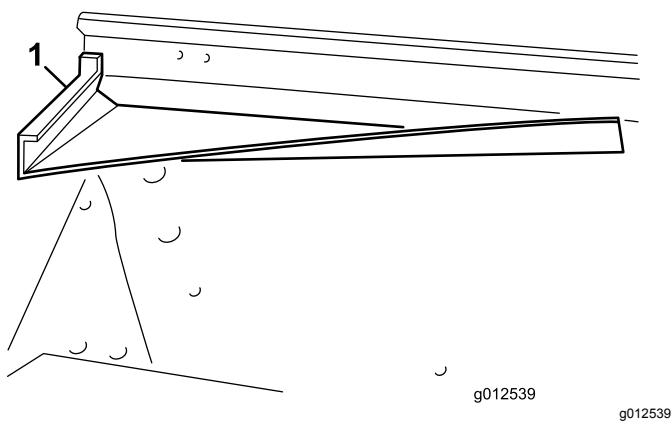
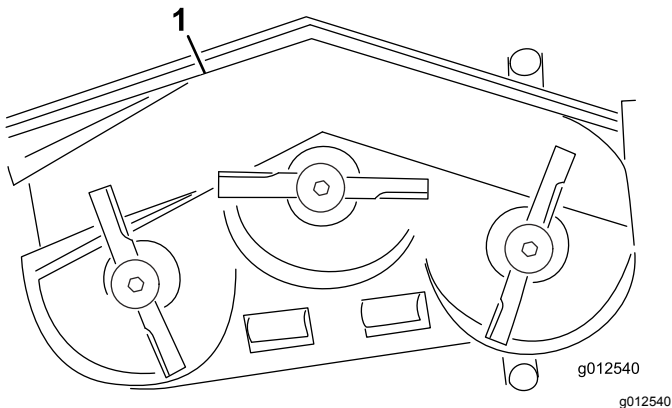
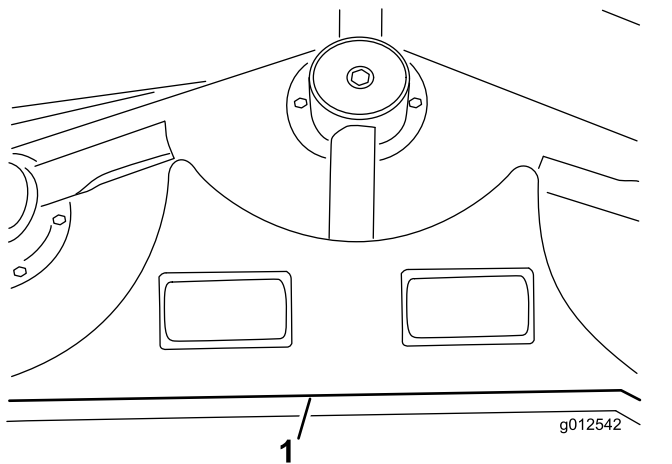
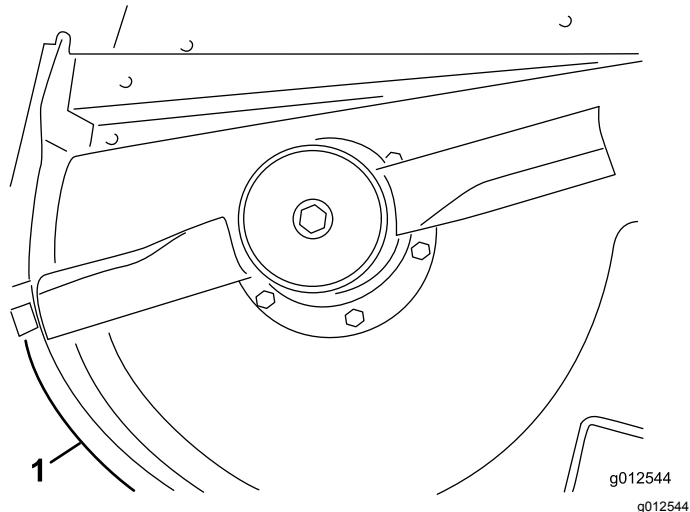

図 11
図 12
図 14
図 16
1. 前デフレクタをデッキにセットするデフレクタの後部を排出口に合わせてセットする図 11 と図 12。
8. デッキの既存の穴に後シェルフを取りつけるボルト $\frac{3}{8}$ -16 x 1" 4本とロックワッシャ $\frac{3}{8}$ "を使用する 図 14。
9. 左シェルフを、後シェルフの左端とデッキのエッジに合わせてセットする 図 12 と 図 14。
11. 右シェルフを、後シェルフの右端とデッキのエッジに合わせてセットする 図 12 と 図 16。左シェルフを型紙として、デッキに直径 7.1mm の穴を 3つ開ける。